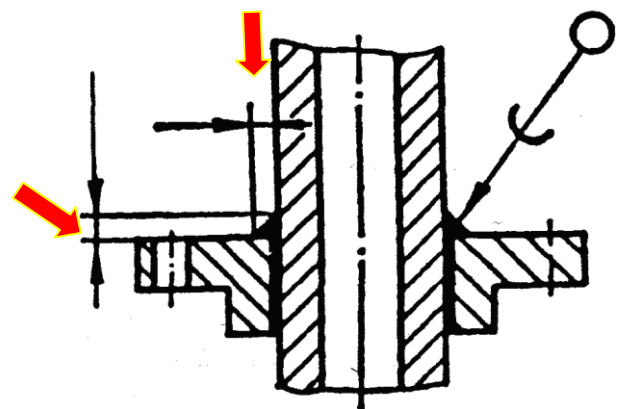

Рис.4
- У разі потреби на зображенні паяного шва вказують розмір шва. **Рис.4**